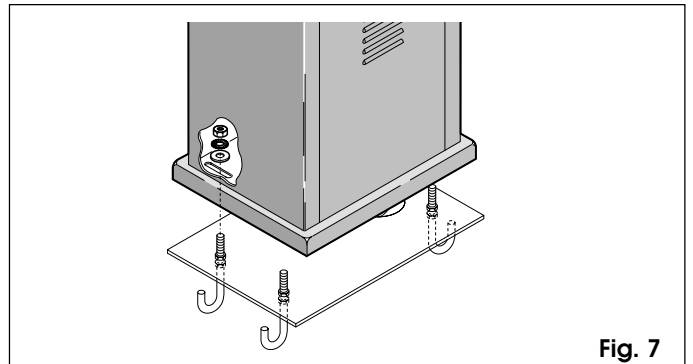

Fig. 7
- 1) Quitar la cubierta de protección (fig. 1-ref. 2) y ubicar el motorreductor sobre la placa de cimentación. Colocar la arandela metálica, la arandela elástica y la tuerca (sin bloquear) como en la fig. 7.